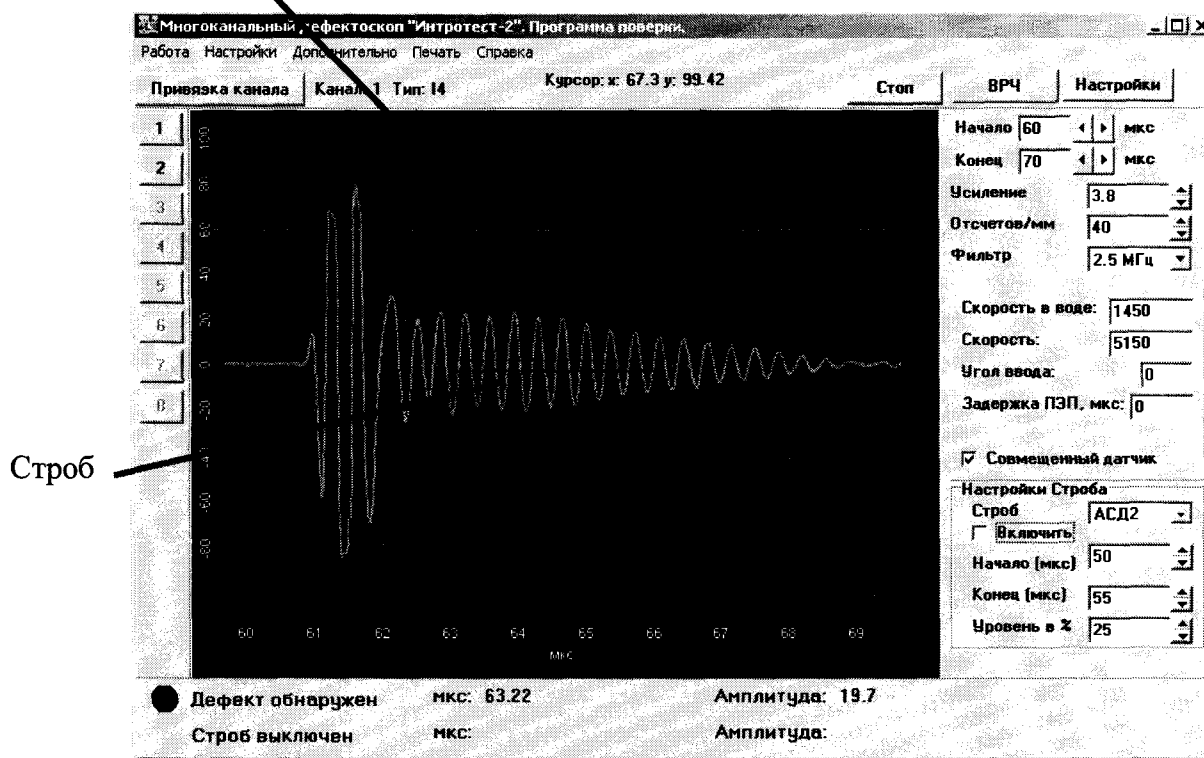

Рисунок 17 – Калибровка на мере толщиной 0,9 мм
8.14.5 Строб АСД1 выставить так, чтобы он захватывал последовательность колебаний с установившейся частотой (смотри рисунок 17).